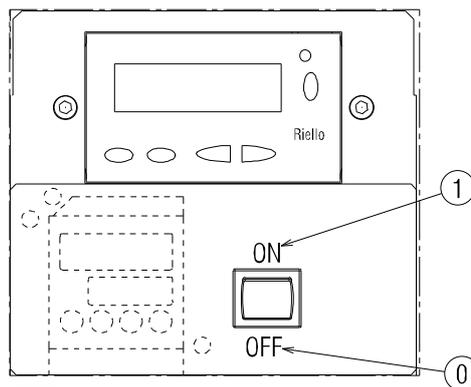

Fig. 30
Cerrar los termostatos/presostatos y poner el interruptor de Fig. 30 en posición "1/ON".
- colocar el interruptor de Fig. 30 en la posición "0/OFF" y esperar que la caja de control ejecute la fase de apagado;
Cerrar los mandos a distancia y posicionar el selector 1)(Fig. 30) en la posición "ON".